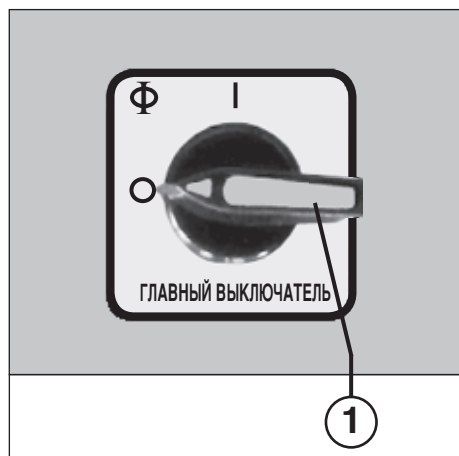

Рис. 1
ЭЛЕМЕНТЫ УПРАВЛЕНИЯ (рис. 1, 2 и 4):
- 1 = **главный выключатель (агарийный) (рис. 1)**